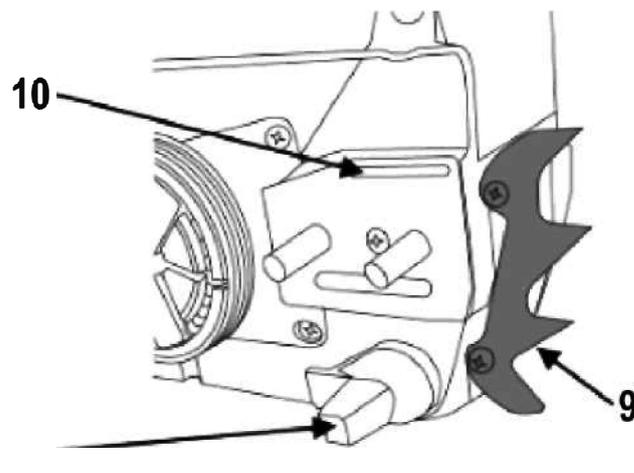

Рисунок 4
5. Установите входящий в комплект захват на силовой блок (рис.4), если он не установлен заранее.
Цепная пила оснащена болтом фиксации цепи (рис.4). Если цепь оборвется во время работы пилы, этот болт зацепит свободный конец цепи и, таким образом, предотвратит травму руки оператора.